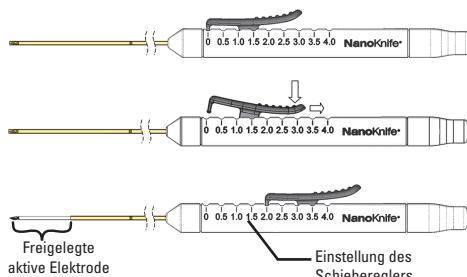

Abbildung 6: Anpassung der Elektrodenfreilegung
- Überprüfen Sie die Länge der freigelegten Elektroden, die vom Schieberegler auf dem Handgriff angezeigt wird (siehe Abbildung 6).